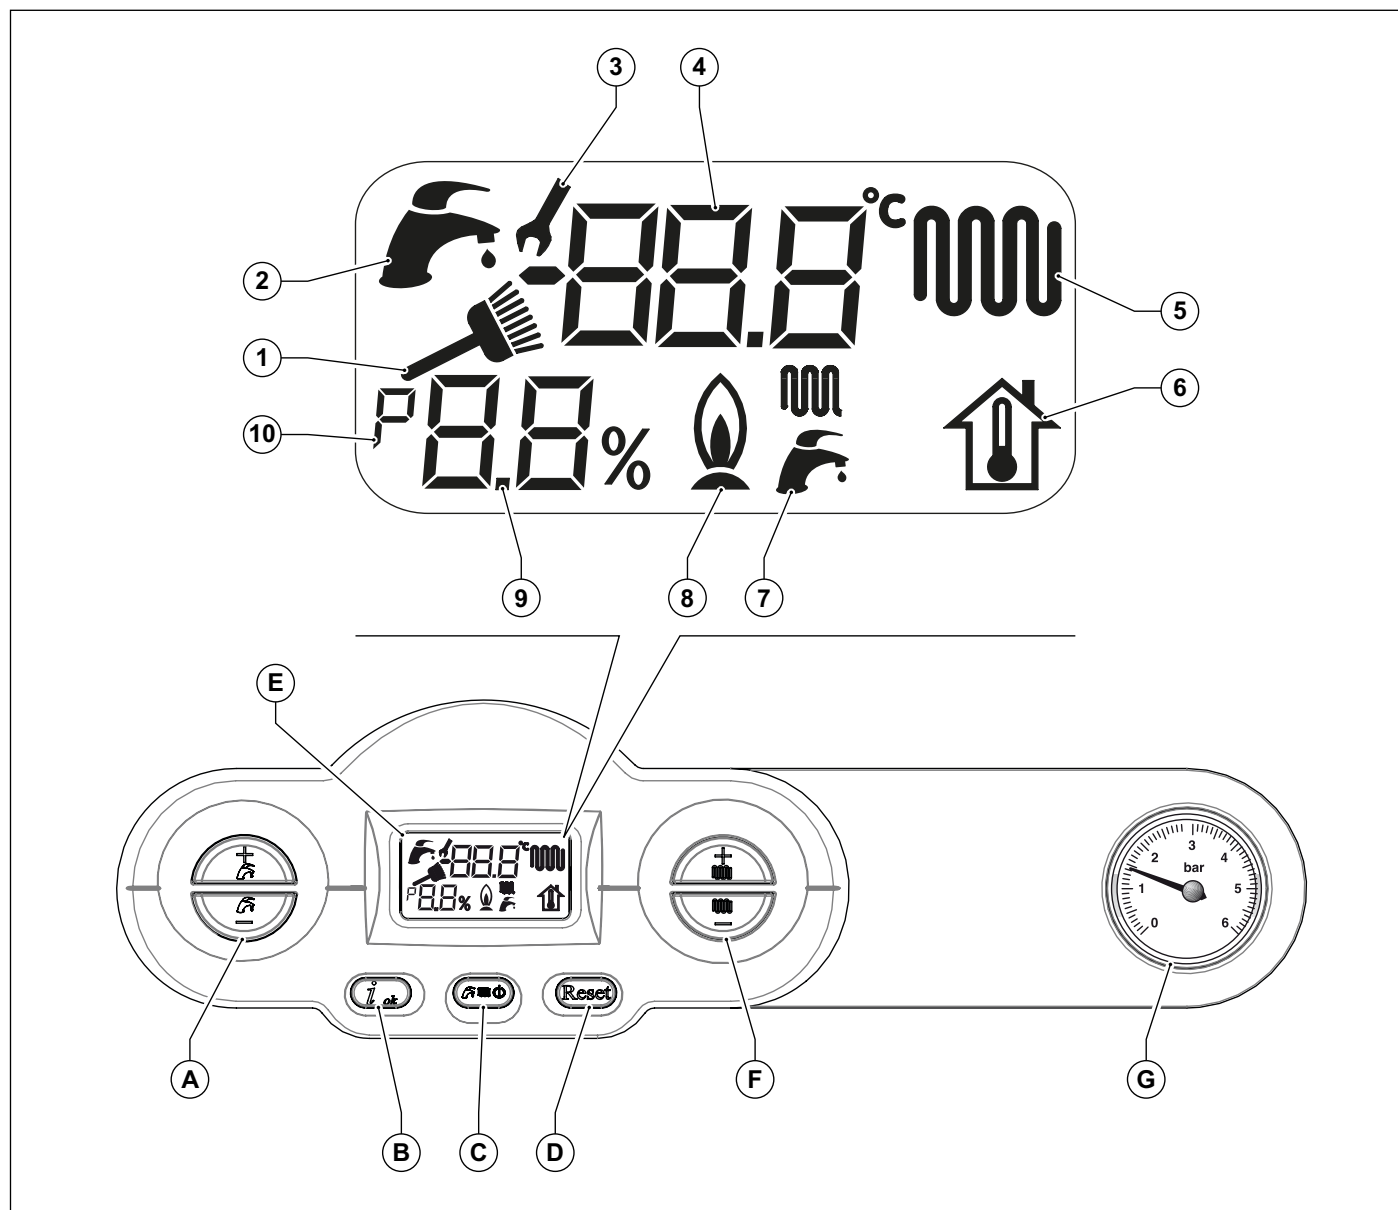

Fig. 1 Painel de regulação
- Escolha o sistema de funcionamento da caldeira: OFF, VERÃO, INVERNO, APENAS AQUECIMENTO (veja botão (C) na Fig. 1 Painel de regulação na página 9).